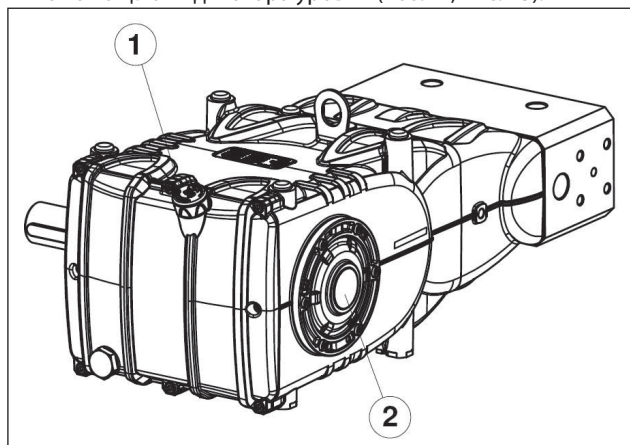

Рис. 15
5. Масло в корпусе насоса находится на правильном уровне при проверке с помощью специального щупа (поз. ①, Рис. 15① или, только в исключительном случае, с помощью индикатора уровня (поз. ②, Рис. 15).